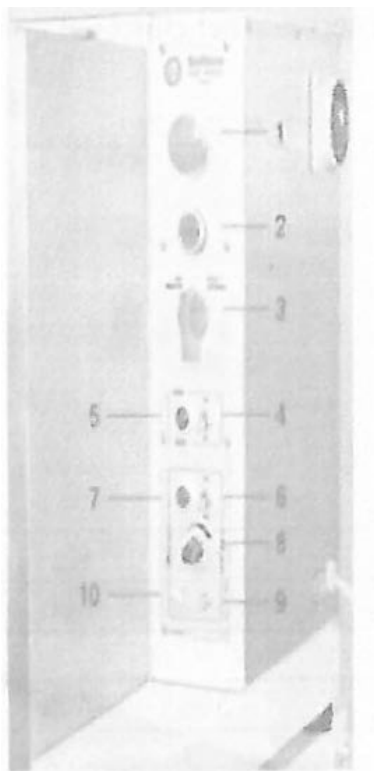

Abb.6
- Stellen Sie sicher, dass der Umschalter Nr.3 (Abb. 6) in Stellung 0 ist.
- Drücken Sie die Schaltfläche Start Nr.2 (Abb. 6). Start leuchtet grün.
- Drehen Sie den Umkehrschalter Nr. 3 (Abb. 6) zum mischen.
- Sobald der Pasta- Teig die richtige Mischung hat Schalter Nr.3 (Abb. 6) auf die Position 0 stellen. (zwischen Mix und Extrudieren)
- Verbinden Sie den Stecker mit Steckdose. Nr.9 (Abb. 6).
- Starten Sie die Pasta Schneider Betriebs am Schalter Nr.6 (Abb. 6)
- Stellen Sie die Länge der Pasta ein. Drehen des Potentiometer Nr.8 (Abb. 6).
Schalter Nr.4 (Abb. 6) einschalten.
- Überprüfen Sie ob Notschalter Nr.1(Abb. 6) blockiert ist?